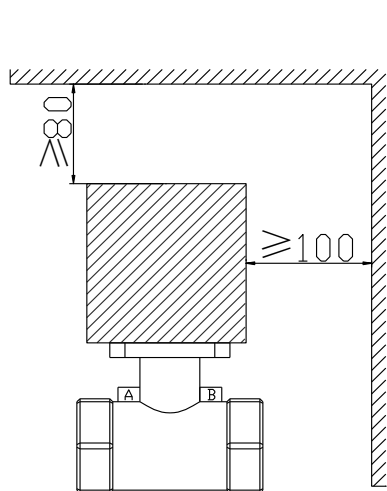

图 1
- 必须预留给执行器足够的拆装空间，如图 1，执行器上部空间不小于 80mm，左右两侧不小于 100mm。